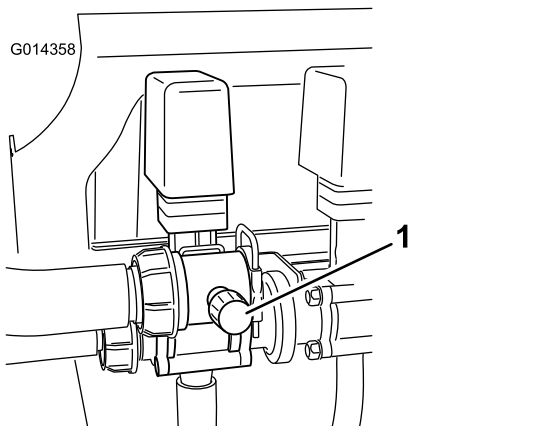

Figure 25
8. Réglez la vanne de dérivation (Figure 25) à l'arrière de la vanne d'agitation jusqu'à ce que la pression indiquée soit 6,89 bar (100 psi).